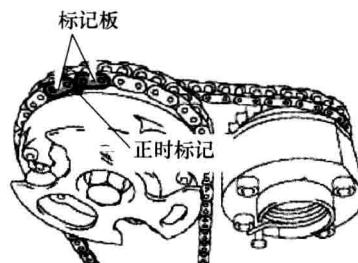

图 1-11 1号链条橙色标记与凸轮轴正时齿轮对正
⑥ 用 2 号凸轮轴的六角部分对准并接合 2 号凸轮轴的锁销与排气凸轮轴正时齿轮销孔。
⑦ 从 2 号链条张紧器上拆下锁销。
⑧ 用扳手固定 1 号凸轮轴的六角部分，暂时安装螺栓。
⑨ 用扳手固定 2 号凸轮轴的六角部分，暂时安装螺栓。
① 如图 1-11 所示，将 1 号链条的橙色标记板与凸轮轴正时齿轮的正时标记对准，并将链条接合到齿轮上。